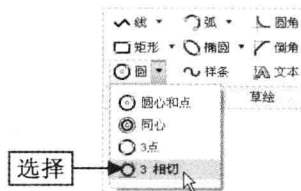

图 2-59 选择“3 相切”选项
Step 02 在“功能区”选项板中切换至“草绘”选项卡，单击“草绘”面板中“圆”右侧的下拉按钮，在弹出的下拉列表中选择“3 相切”选项，如图 2-59 所示。